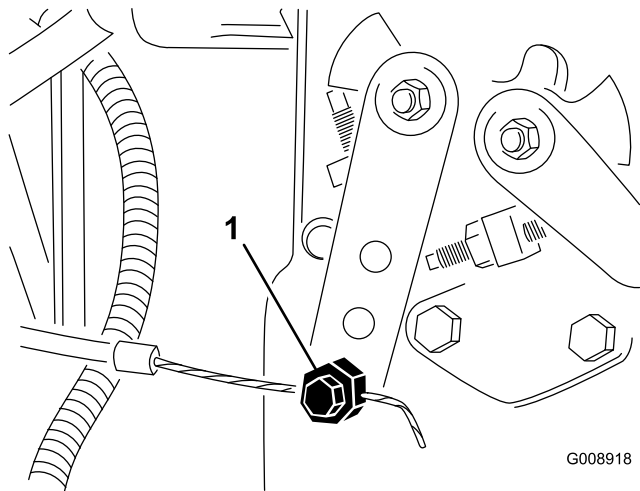

図 68
2. 噴射ポンプのレバー・アーム（図 68）の部分にあるスロットル・ケーブルのコネクタをゆるめる。